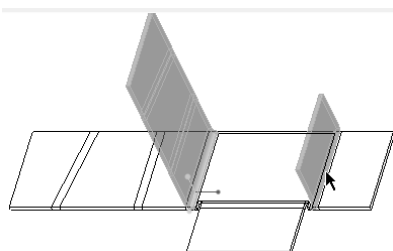

图 4-23 选择要添加到序列中的第 2 个折弯
(5) 选择图 4-23 所示的第 2 个折弯添加到当前序列 1 中。